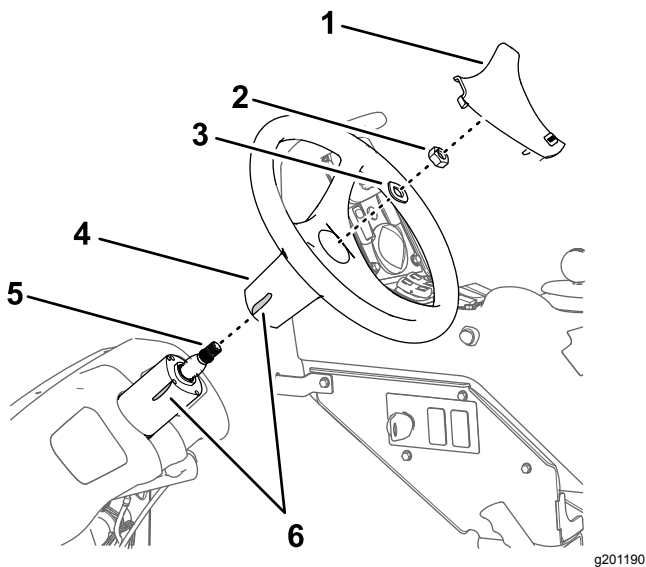

Bild 158
- Markieren Sie die Position des Lenkrads mit einem Stück Band am Lenkventil (Bild 158).
- Entfernen Sie die Abdeckung vom Lenkrad (Bild 158).
- Nehmen Sie die Mutter (5/8") und Scheibe (5/8") ab, mit denen das Lenkrad am Lenkventil befestigt ist, und nehmen Sie das Lenkrad ab (Bild 158).